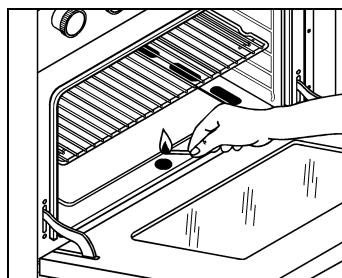

fig.3
- premer e rodar o manípulo do termóstato "V" (com o símbolo ) posicionando-o máximo; te-lo premido a fundo. No caso da falta de corrente aproximar um fósforo ao furo central colocado no fundo do forno como indicado na fig.3;